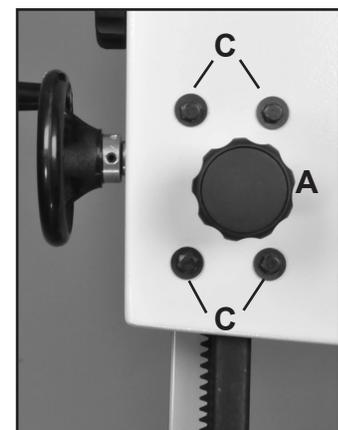

FIGURE 30
4. Desserrez les quatre boulons hexagonaux (#20E) situés à l'arrière du cadre supérieur. Fig. 30, C). Cela permettra au